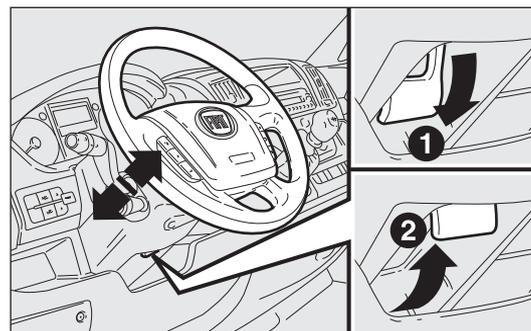

Abb. 37
- den Hebel Abb. 37 durch Ziehen zum Lenkrad ausrasten (Stellung 2);